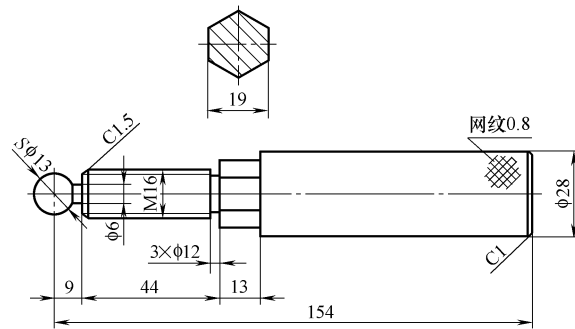

图 4-184 调节螺帽零件 2
(12) 根据图 4-184 所示的尺寸图创建手杆的立体图，不必绘制网纹，文件名为“xiti4-2-12.prt”。